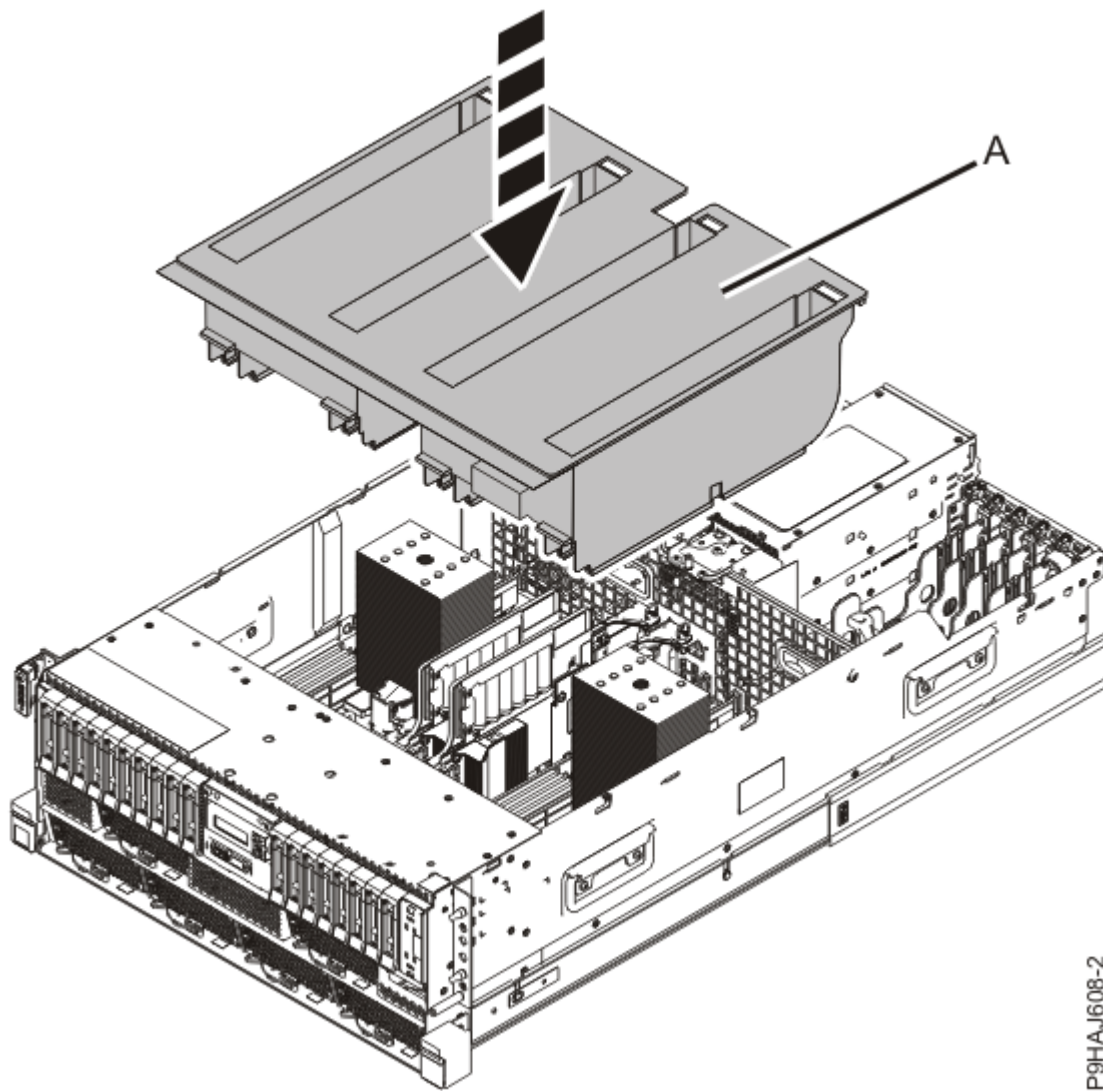

Abbildung 12. Luftführung bei einem Einschubsystem wiedereinbauen
9. Bauen Sie bei einem Einschubsystem die Luftführung (**A**) wieder ein, indem Sie sie auf das Chassis absenken (siehe Abbildung 12 auf Seite 15).